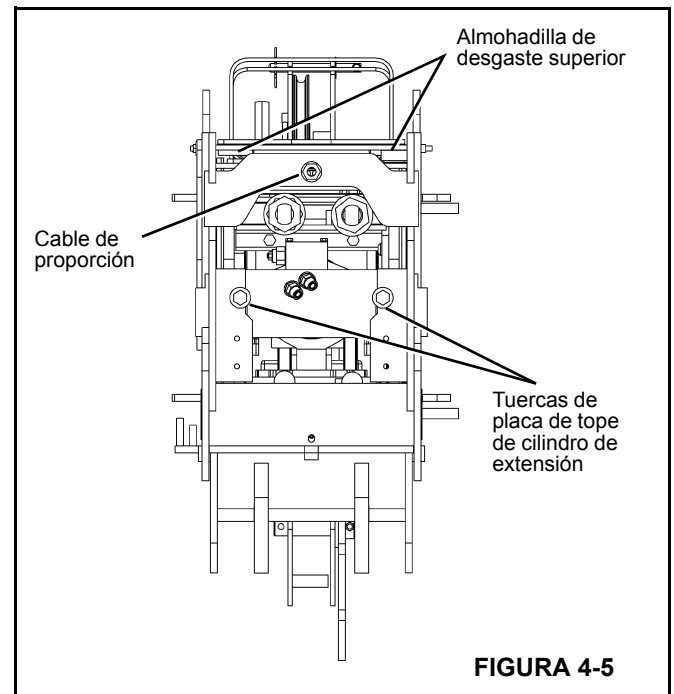

FIGURA 4-5
1. Retire las almohadillas de desgaste superiores izquierda y derecha de la parte trasera entre las secciones 1a y 2a de la pluma (Figura 4-5).